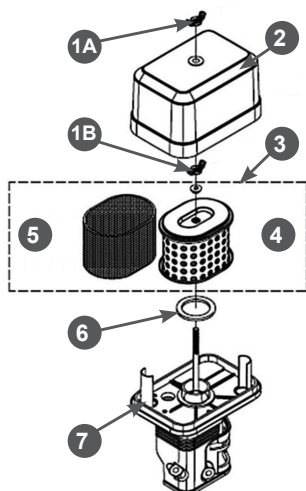

Рис. 25. Обслуживание воздушного фильтра
- Открутите барашковую гайку 1А и снимите крышку 2 воздушного фильтра (Рис. 25).
- Открутите барашковую гайку 1В и извлеките из корпуса воздушный фильтр 3 в сборе (Рис. 25).
- Проверьте целостность и чистоту фильтрующих элементов. Поролоновый (предварительный) фильтрующий элемент 5 установлен на корпусе бумажного фильтрующего элемента 4 (Рис. 25).
4. При незначительном загрязнении промойте поролоновый фильтрующий элемент 5 (Рис. 25) теплым мыльным раствором и просушите. Поврежденный или сильно загрязненный поролоновый фильтрующий элемент замените.
6. Произведите очистку крышки 2 и корпуса 7 воздушного фильтра (Рис. 25), не допуская попадания пыли и грязи в воздухопровод, ведущий к карбюратору.
8. Перед установкой воздушного фильтра 3 убедитесь, что уплотнительное кольцо 6 воздушного фильтра находится на месте и не имеет повреждений (Рис. 25).